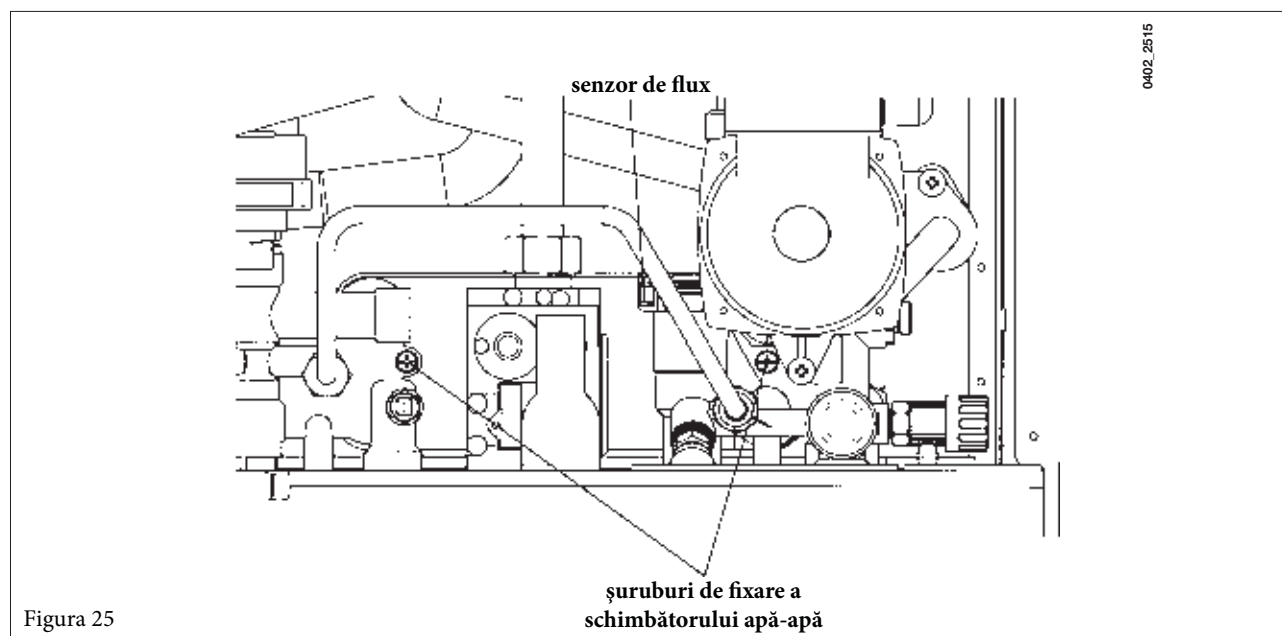

Figura 25
- scoateți cele două șuruburi, vizibile frontal, de fixare a schimbătorului apă-apă și eliberați-l din locașul său (figura 25).
- Desfaceți piulița prezentă pe grupul senzor de flux (figura 25).